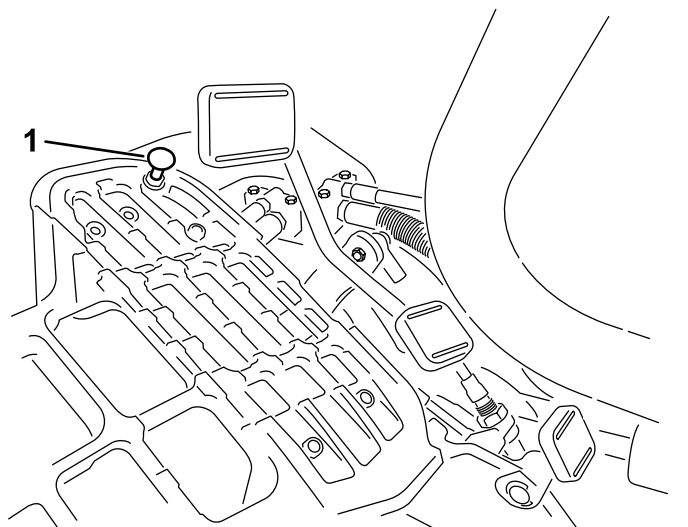

Figure 54
Pour obtenir la vitesse de transport maximale, placez le sélecteur de fonction en position de TRANSPORT et appuyez sur la pédale de déplacement. Si la pédale touche la butée (Figure 54) avant que la tension soit ressentie sur le câble, procédez comme suit :
1. Placez le sélecteur de fonction à la position de TRANSPORT et desserrez le contre-écrou de fixation de la butée de pédale au plancher (Figure 54).